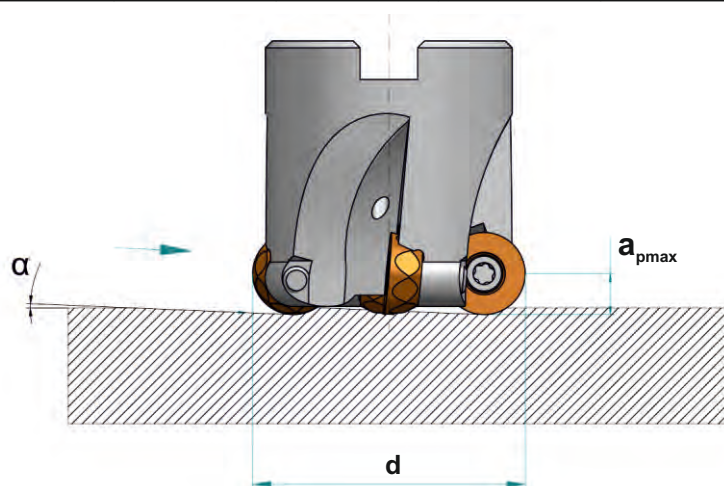

Рис. 2.
2. Максимальные углы α [°] врезания под углом в сплошном материале - рис. 2.